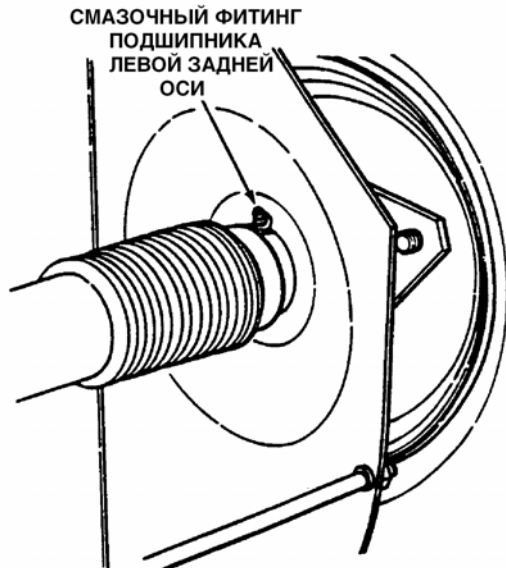

Рис. 3.8
1. Левый подшипник задней оси требует трех нажатий шприца-нагнетателя в смазочный фитинг. См. рис. 3.8.